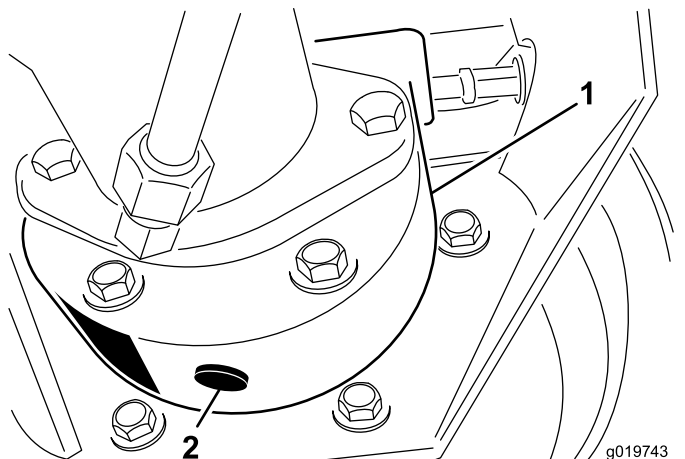

Рисунок 68
4. Подставьте поддон под корпус тормоза, снимите пробку сливного отверстия и дайте маслу стечь (Рисунок 68).